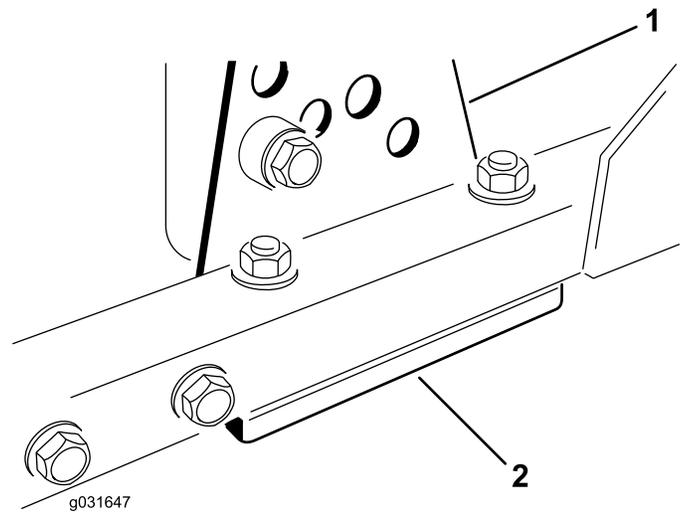

Figura 71
- Togliete la staffa dell'altezza di taglio (anteriore, sinistra o destra) dal telaio del piatto di taglio (Figura 71).
- Regolate gli spessori di 1,5 mm e/o 0,7 mm fra il telaio del piatto di taglio e la staffa per ottenere l'altezza di taglio desiderata (Figura 71).
- Montate la staffa dell'altezza di taglio sul telaio del piatto di taglio, lasciando gli spessori rimasti sotto la staffa (Figura 71).